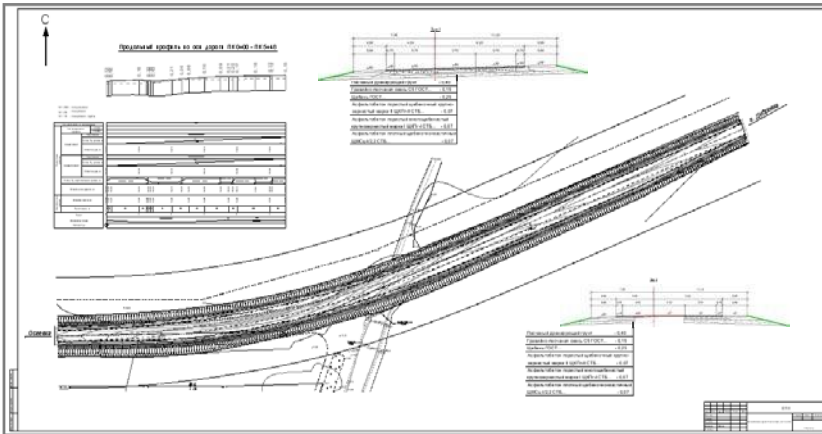

Рис. 31.3
На примере созданных ранее чертежей по *участку АД-1* рассмотрим некоторые возможности формирования комплексного чертежа, а также отдельные команды редактирования элементов чертежа. Результат этой работы показан на рис. 31.3.
2. Скомпонуйте чертежи, как показано на рис. 31.3, переместив отдельные проекты. Для этого в меню **Правка** выберите команду **Преобразование координат проекта/ Интерактивно**.
- Переместите шаблон так, чтобы в него попали все чертежи (рис. 31.3), используя команду на локальной панели инструментов **Переместить шаблоны**  и примените построение.